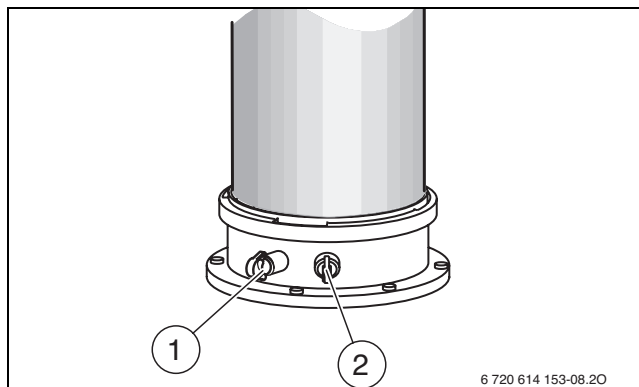

Fig. 44
- ▶ Rimuovere il tappo della presa di analisi dell'aria comburente (→ fig. 44, [2]).
- ▶ Rimuovere il tappo di chiusura dal tronchetto di misura gas combustibili [1] (→ fig. 44).